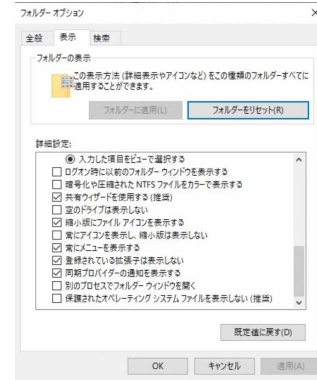

図 2.2 登録されている拡張子を表示する
5. “詳細設定”の中の下から 4 番目くらいにある．“☐ 登録されている拡張子は表示しない”のチェックをはずす。(図 2.2)
6. [適用 (A)]と [OK]をクリックする